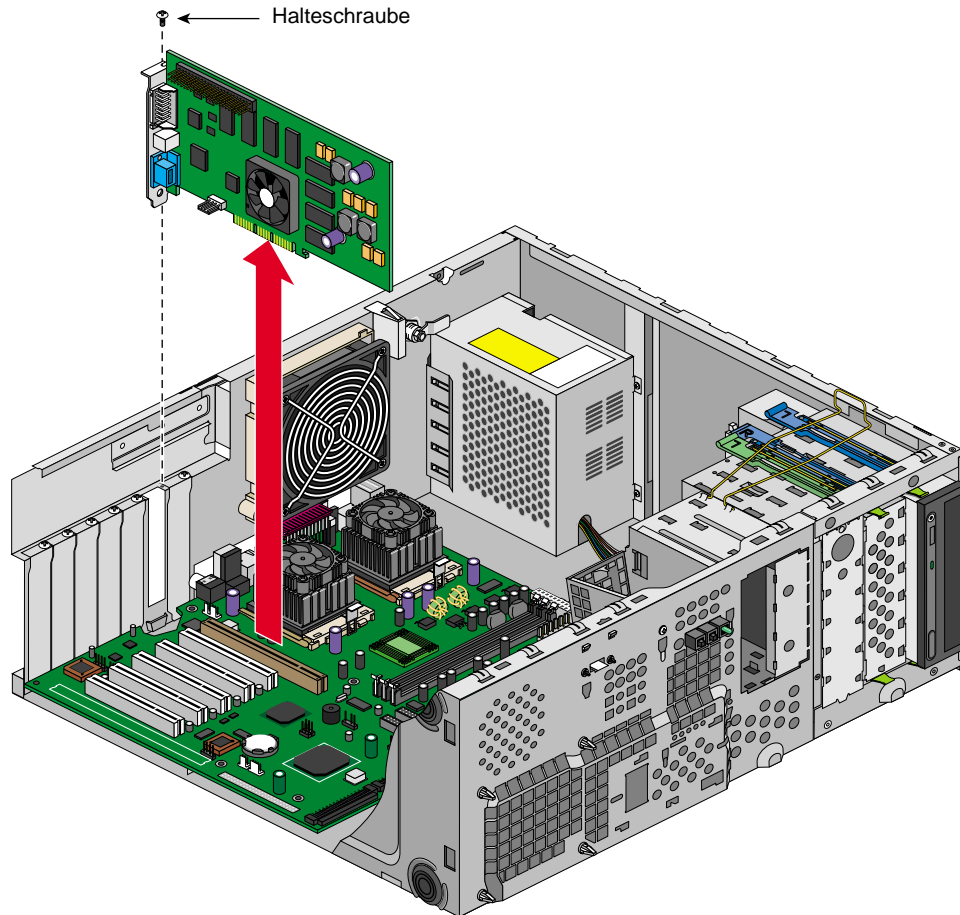

Abbildung 2-18 Ausbauen einer Erweiterungskarte
2. Lösen Sie wie in Abbildung 2-18 gezeigt die Halteschraube für die Erweiterungskarte.